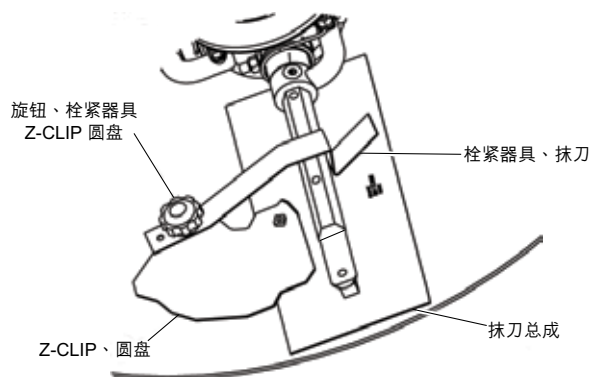

图56. Z-Clip 收光机圆盘安装
在收光机抹刀上安装圆盘时，请参考图56。
3. 使用栓紧器具将抹刀栓紧器具附于 Z-Clip 十字架的反面，如图 56 所示。